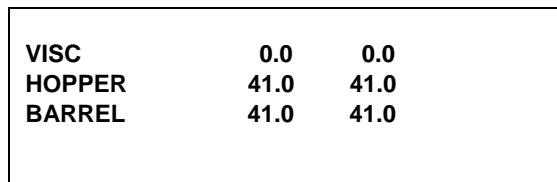

图 38
**CURRENT CONDITIONS**（当前状况）屏上显示当前粘度、储料槽和冷冻缸的温度。按 **SEL** 或 **MENU** 键以返回到经理菜单。（见图 38）